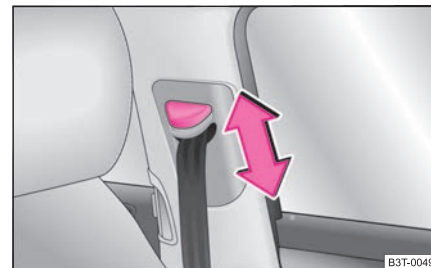

Abb. 152 Vordersitz: Gurthöheneinstellung
- Schieben Sie den Umlenkbeschlag in die gewünschte Richtung nach oben oder unten ⇒ **Abb. 152**.